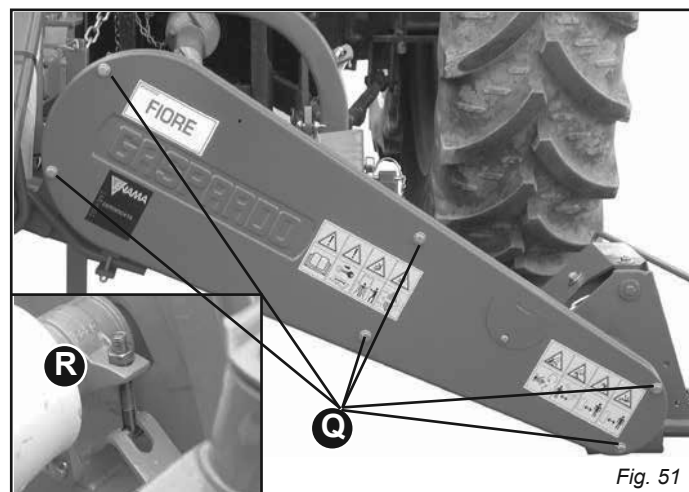

Fig. 51
- Dévisser les vis (Q, Fig. 51) et retirer le carter de protection.
- Desserrer complètement le tendeur de courroie (R, Fig. 51).
- Repositionner le carter de protection en le fixant avec les vis spéciales (Q, Fig. 51).